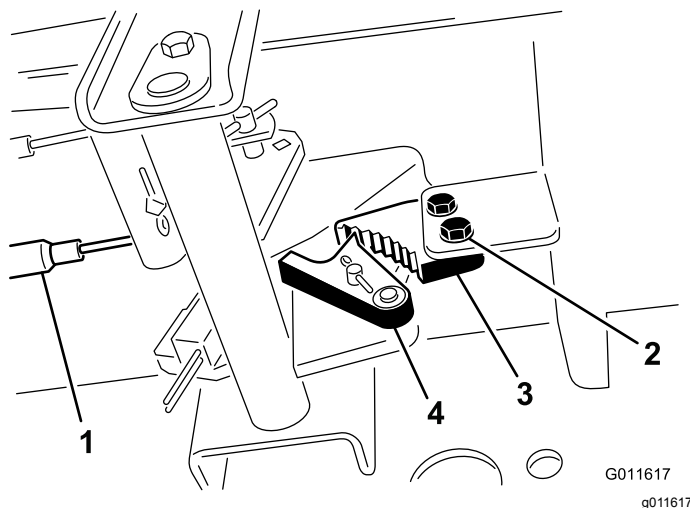

Figura 46
1. Solte os 2 parafusos que prendem a lingueta do travão de estacionamento à estrutura (Figura 46).
2. Carregue no pedal do travão para a frente até o detentor do estacionamento engatar completamente na lingueta do travão (Figura 46).